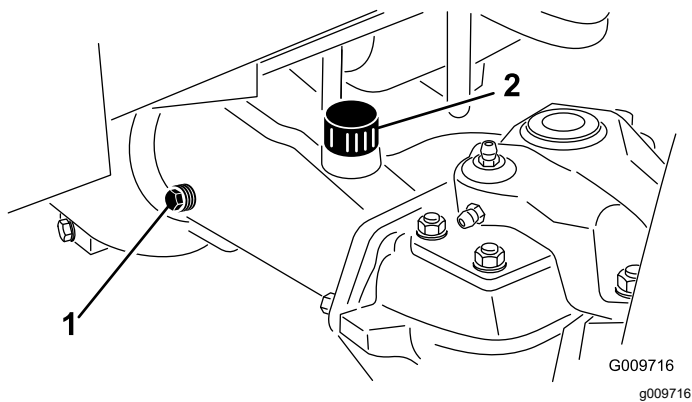

Figura 80
2. Retire un tapón de verificación de un extremo del eje y asegúrese de que el lubricante llega al borde inferior del orificio (Figura 80).